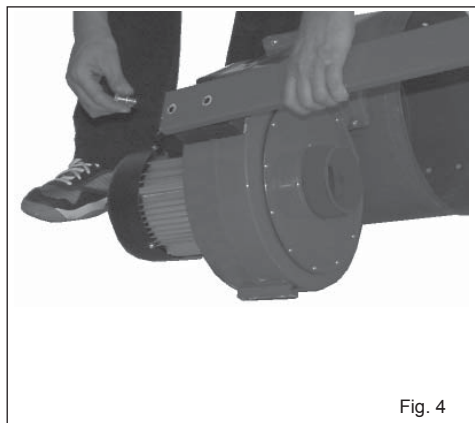

Fig. 4
3. Fixar os dois suportes do coletor com apoios no conjunto do motor utilizando os respectivos parafusos, as anilhas e as porcas (Fig. 4).